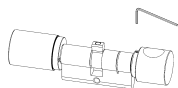

Abb. 1
1. Madenschraube am Außenknauf (kurzer Knauf) mit dem mitgelieferten Innensechskantschlüssel lösen (ca. zwei Umdrehungen) (Abb. 1). Danach den Außenknauf (kurzer Knauf) abschrauben.